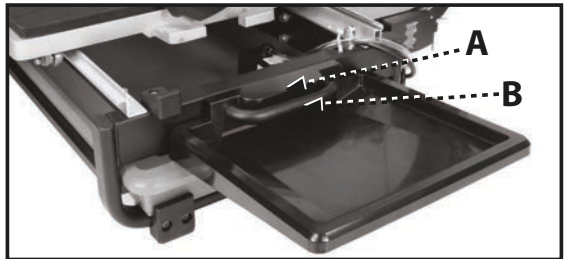

FIGURE 10
1. Fixez le plateau inférieur en premier, en engageant la découpe formée (A, fig. 10) sur le plateau à l'intérieur de la poignée du plateau de collecte d'eau (B, fig. 10).